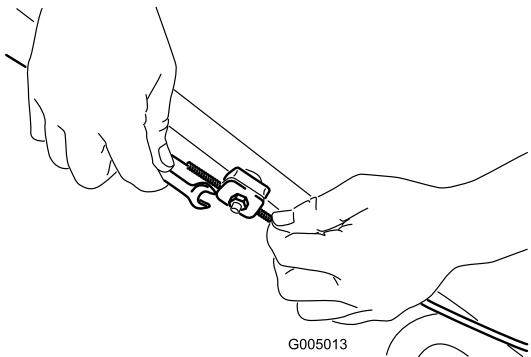

Figura 40
- Afloje la tuerca del soporte del cable (Figura 40).